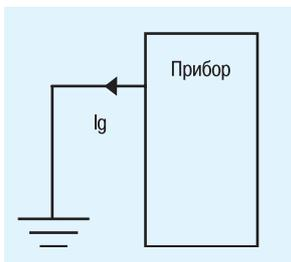

Рис. 2. Ток заземления
*Ток заземления* ( $I_g$ ) – это ток, текущий по цепи заземления прибора, иногда его называют уравнивающим током заземления, поскольку он выравнивает разность потенциалов заземляемых точек. Обычно ток  $I_g$  носит сложный переменный характер, обусловленный утечками тока от внутренних источников сигнала, поэтому направление тока заземления на рис. 2 показано условно. Как правило, внутренние утечки устройств носят активно-ёмкостной характер, а спектр *земельного тока* ( $I_g$ ) широкополосный: энергия гармоник достаточно высока даже в мегагерцовой области частот. Это прежде всего относится к устройствам,